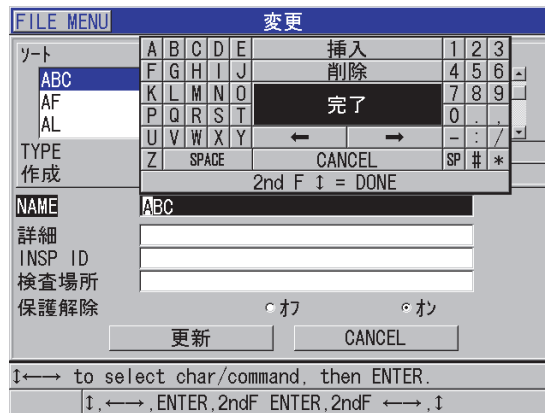

図 11-18 新しいファイル情報の入力
3. 編集画面で、以下の操作を行います（199 ページの図 11-18 参照）。